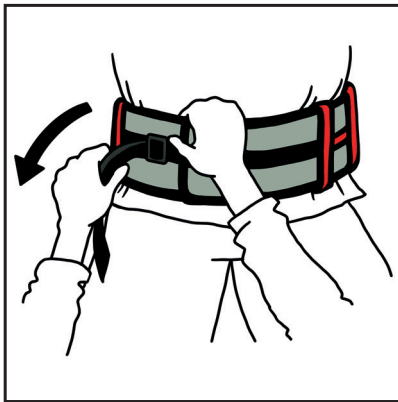

Bild 1
- Den Hüftgurt um Taille oder Hüfte des Nutzers legen und die Gurtschnalle vor dem Bauch schließen (Bild 1). Das Gurtende greifen und den Hüftgurt enger ziehen, bis er eng aber noch angenehm beim Nutzer anliegt. Gegebenenfalls den Gurt nachziehen, wenn der Nutzer aufsteht (Einsatz beim Gehtraining).